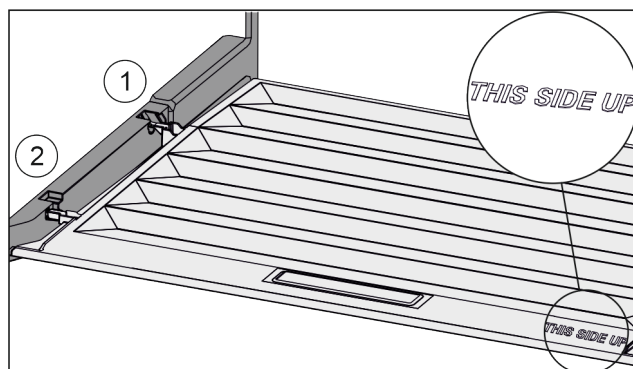

Fig. 109
- ▶ Výstupky víka zaveďte do zadních držáků Fig. 109 (1) a vpředu zaklesněte do držáku Fig. 109 (2).